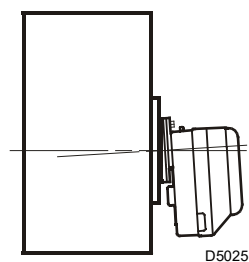

Fig. 5
- Ad installazione avvenuta verificare che il bruciatore sia leggermente inclinato come in Fig. 5.